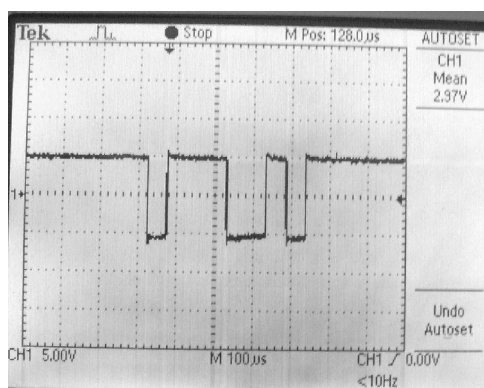

Рисунок 24
- 5) Подключить общий вход осциллографа к контакту 2 разъема XS1, сигнальный вход осциллографа к контакту 1 разъема XS2. При помощи осциллографа наблюдать форму контрольного сигнала в интерфейсе RS-485. Запомнить на экране осциллографа форму сигнала (рисунок 24).